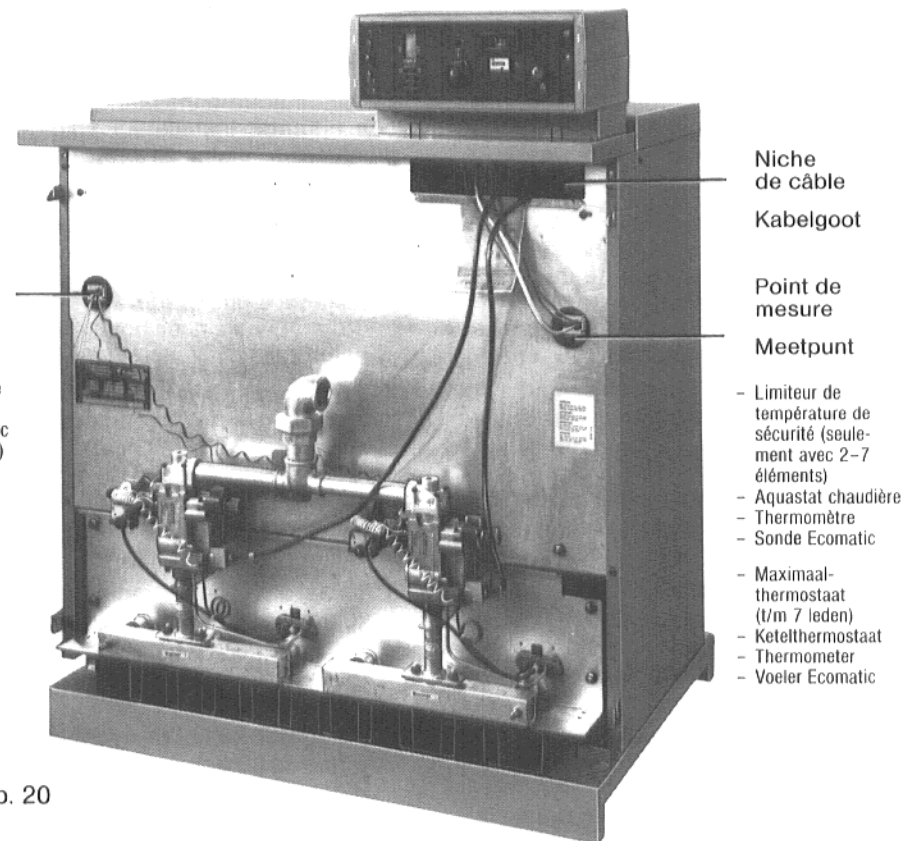

Fig. 20 / Afb. 20
8. Dérouler les **capillaires** des sondes de température jusqu'à ce que ceux-ci atteignent les points de mesure (Fig. 20).
9. Introduire les sondes de température dans le doigt de gant (point de mesure) jusqu'en butée (Fig. 20).
8. **De capillaireleidingen** van de temperatuurvoelers afrollen – echter slechts zover als nodig is om de betreffende meetpunten te kunnen bereiken (Afb. 20).
9. De temperatuurvoelers tot aan de aanslag in de dompelhuis (meetpunt) steken (Afb. 20).
12. Faire glisser les **surlongeurs des capillaires et des câbles** dans la niche se trouvant en dessous du capot chaudière (Fig. 20).
12. **Het lengteoverschot van de capillaireleidingen en de kabels** in de ruimte onder de ketelbovenplaat schuiven (Afb. 20).